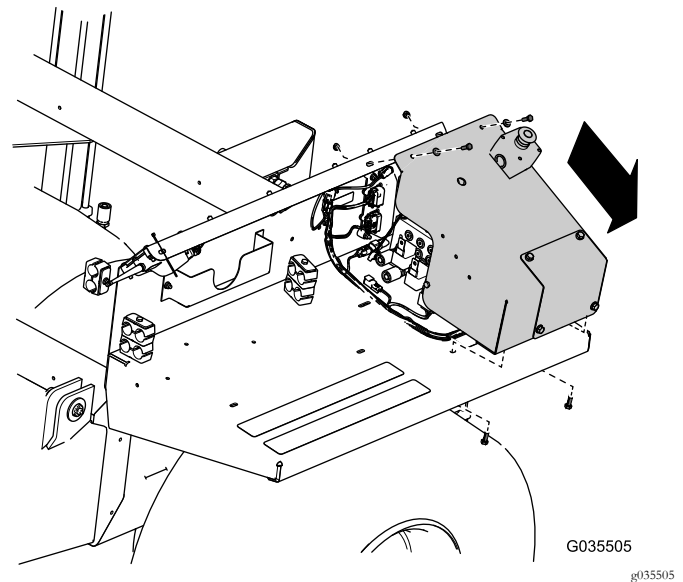

Figure 1
5. Déposez le couvercle comme montré à la Figure 1.